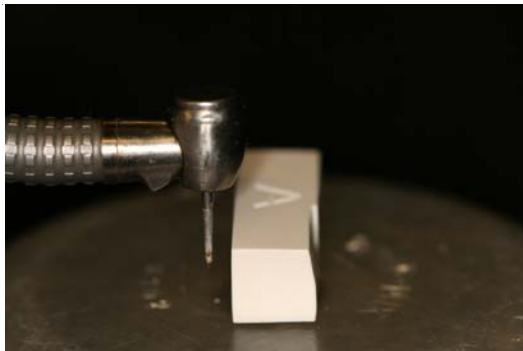

Fig 3. Le côté gauche du bloc d'apprentissage doit être réalisé en vue indirecte
- d. L'autre côté du bloc doit être réalisé en vue indirecte (Fig. 3 et 4)